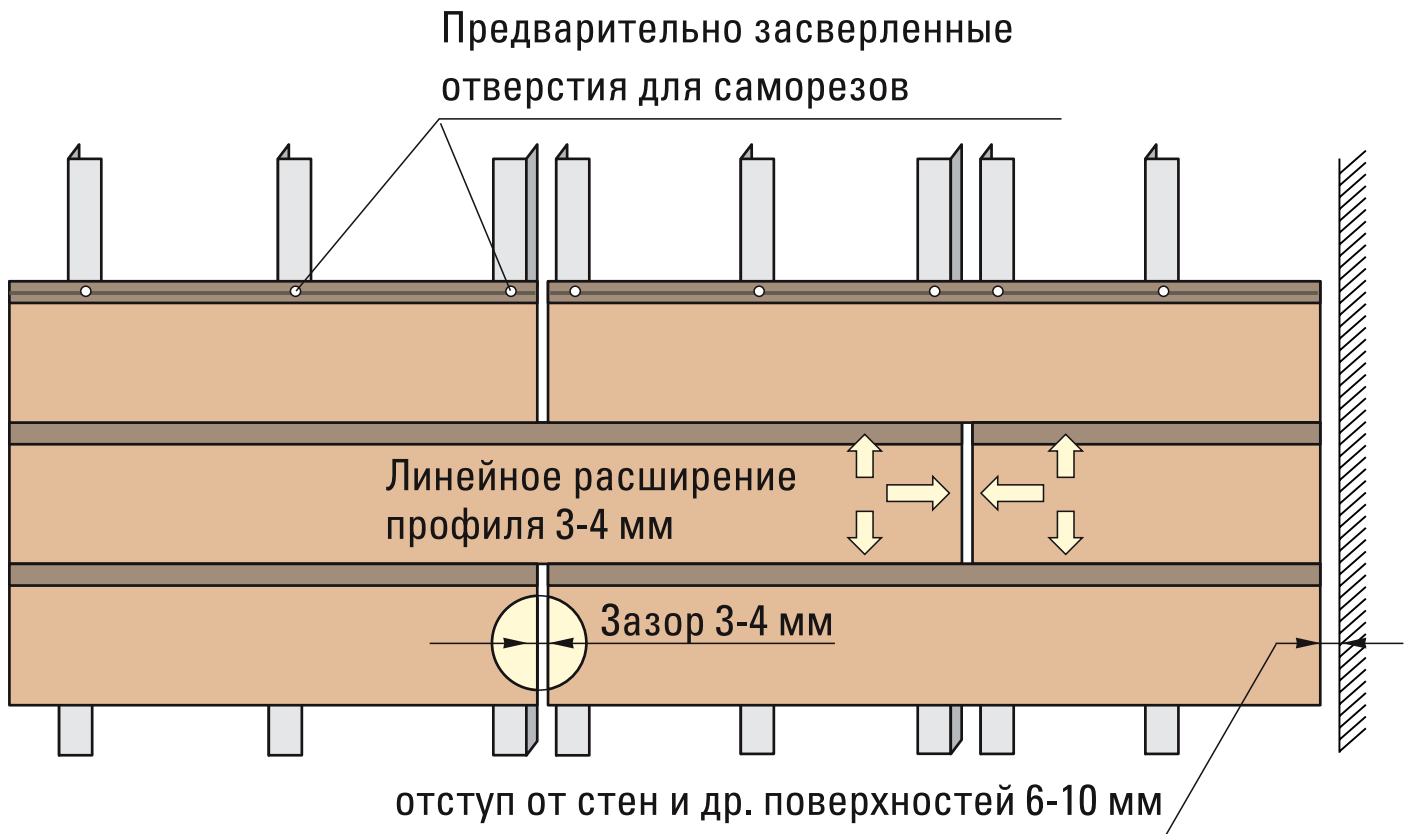

Рис. 8
- Учитывайте линейное расширение композитного материала 1 мм на 1 погонный метр панели. Оставляйте зазоры между торцами фасадных панелей – минимум 3-4 мм для компенсационного расширения материала (рис. 8.).